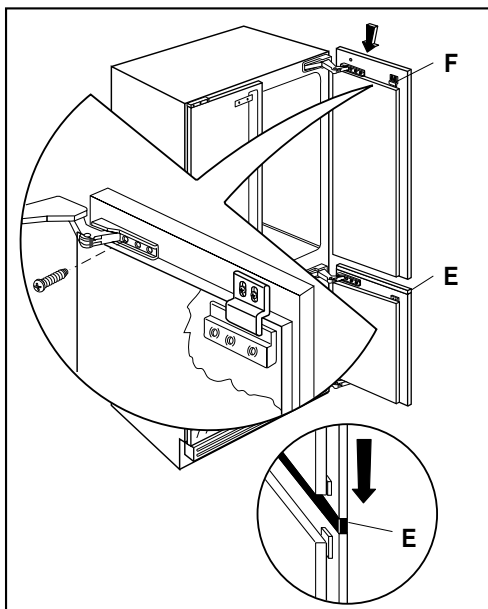

Fig. 8
- Introduire le panneau du haut sur le guide correspondant grâce à l'applique **F**, en appuyant le panneau sur la cale d'épaisseur **E** (Fig. 8).